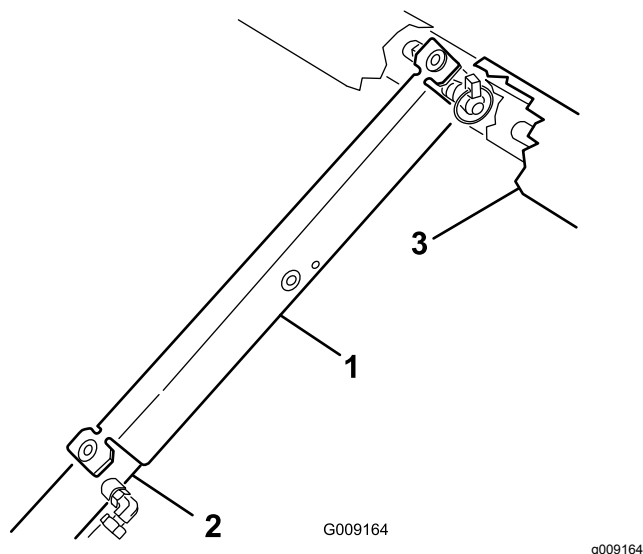

Figure 89
8. Poussez la béquille de sécurité sur la tige du vérin et appuyez bien les pattes d'extrémités contre l'extrémité du corps du vérin et l'extrémité de la tige du vérin (Figure 89).